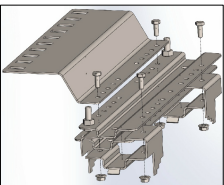

Рис. 2
- собрать шесту скрепить перемычкой поз 5 с помощью болтов поз 8 и гаек поз 9 (Рис. 2)